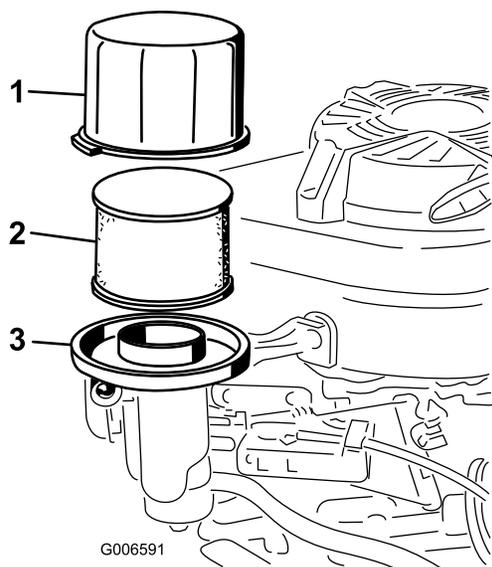

Figure 22
3. Déposez le couvercle et nettoyez-le soigneusement (Figure 22).
4. Déposez le préfiltre en mousse et l'élément filtrant en papier (Figure 22).
5. Retirez le préfiltre en mousse de l'élément en papier (Figure 22), et remplacez l'élément en papier s'il est très encrassé.
6. Inclinez la machine, filtre à air en haut, pour vidanger l'huile dans le bac de vidange (Figure 22).